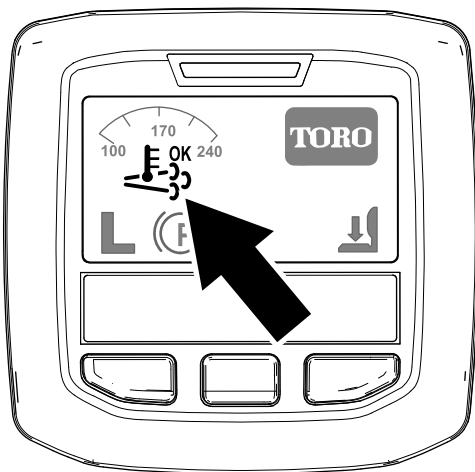

Figure 40
- L'icône de régénération assistée/commandée s'affiche dans l'InfoCenter (Figure 40).